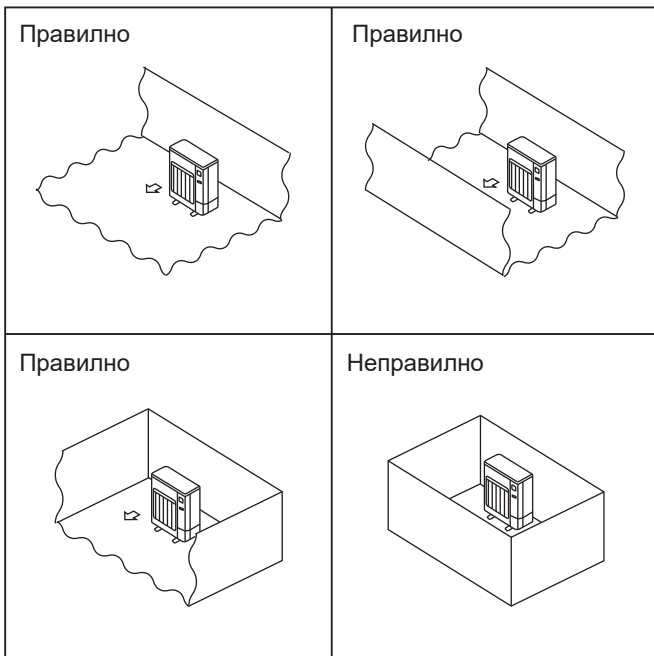

Fig. 2-1
- Монтирайте външните тела на място, където поне една от четирите страни е открита, и на достатъчно голямо пространство без понижено атмосферно налягане. (Fig. 2-1)